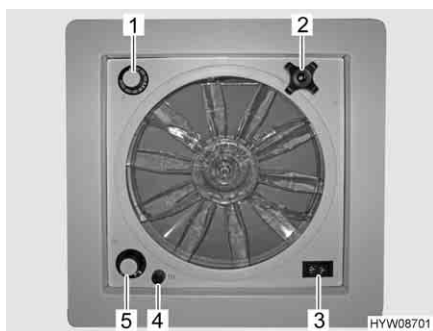

Fig. 74 Oblò con ventilatore
- Un fusibile da 4 A (Fig. 74,4) protegge da sovraccarico il motore del ventilatore. Se si verifica un sovraccarico: Individuare per prima cosa la causa (ad es. il ventilatore è sporco), poi sostituire il fusibile.
- Apertura oblò:** ■ Ruotare la maniglia girevole (Fig. 74,2), finché non si raggiunge l'angolo di apertura desiderato.
- Aerazione/sfiato:** ■ Portare l'interruttore a levetta (Fig. 74,3) su "Aerazione" (flusso d'aria dall'esterno verso l'interno) o "Sfiato" (flusso d'aria dall'interno verso l'esterno).
- Portare l'interruttore a levetta (Fig. 74,3) sulla posizione centrale.
- Posizionare l'interruttore girevole (Fig. 74,5) sul grado desiderato:
- Ruotare il termostato (Fig. 74,1) fino alla battuta in direzione "blu".